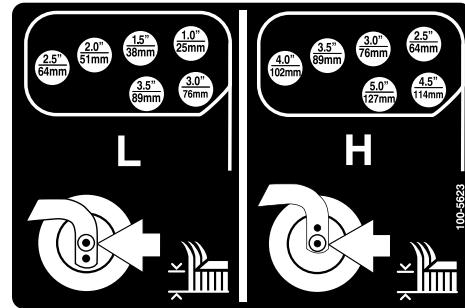

Figura 27
- Gire la varilla tensora para elevar o bajar el brazo de pivot hasta que los taladros estén alineados con los taladros seleccionados del soporte de ajuste de la altura de corte en el bastidor de la carcasa de corte (Figura 26 y Figura 27).